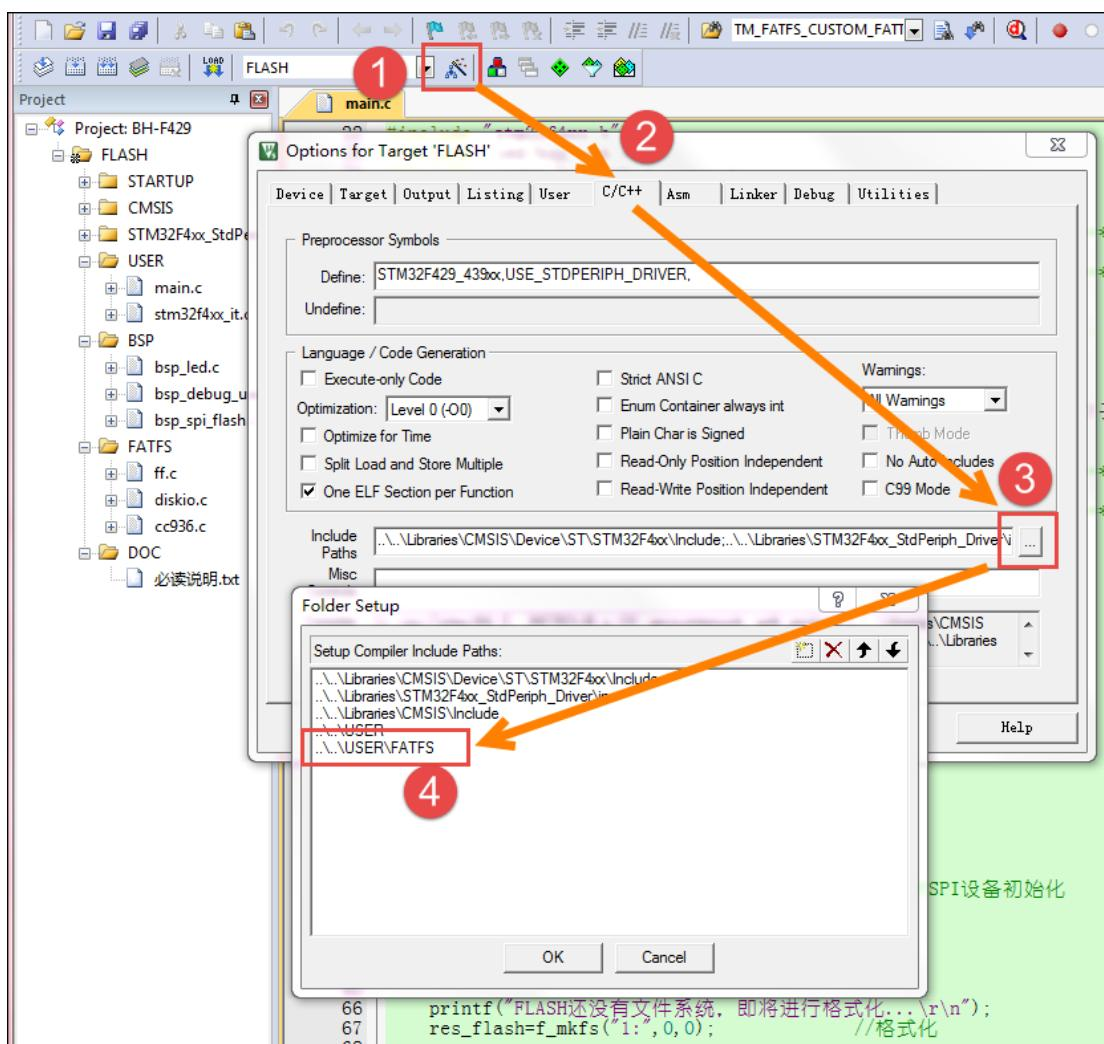

图 25-7 添加 FATFS 路径到工程选项
- 3) 添加 FATFS 文件夹到工程的 include 选项中。打开工程选项对话框，选择“C/C++”选项下的“Include Paths”项目，在弹出路径设置对话框中选择添加“FATFS”文件夹，见图 25-7。